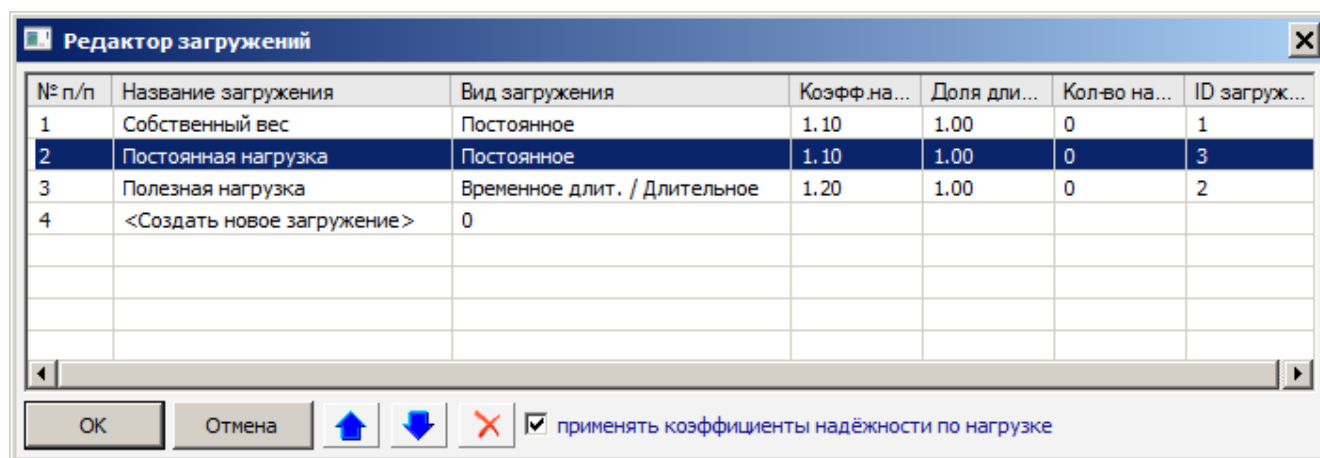

Рис.23.19. Диалоговое окно **Редактор загружений**
- выделите загрузку **Постоянная нагрузка** (сделайте его текущим) (рис.23.19);